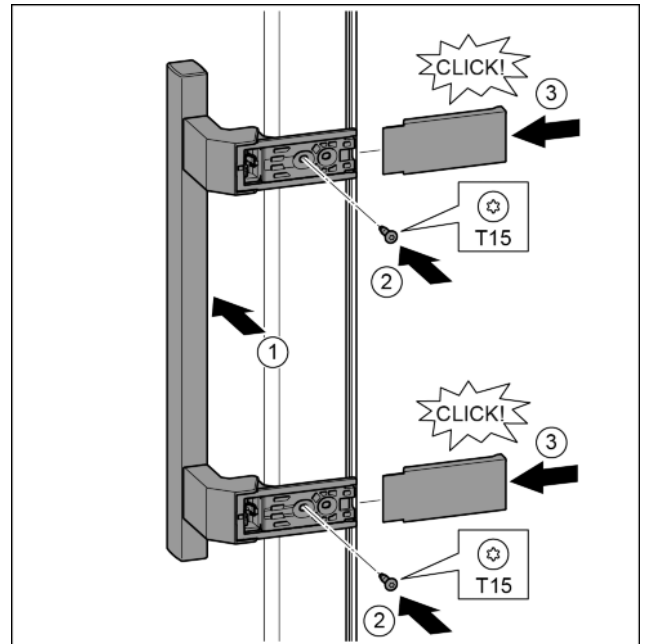

Fig. 30
- ▶ Griff auf der Gegenseite ansetzen. Fig. 30 (1)
- ▶ Schrauben mit Schraubendreher T15 festschrauben. Fig. 30 (2)
- ▶ Abdeckungen seitlich ansetzen und aufschieben. Fig. 30 (3)